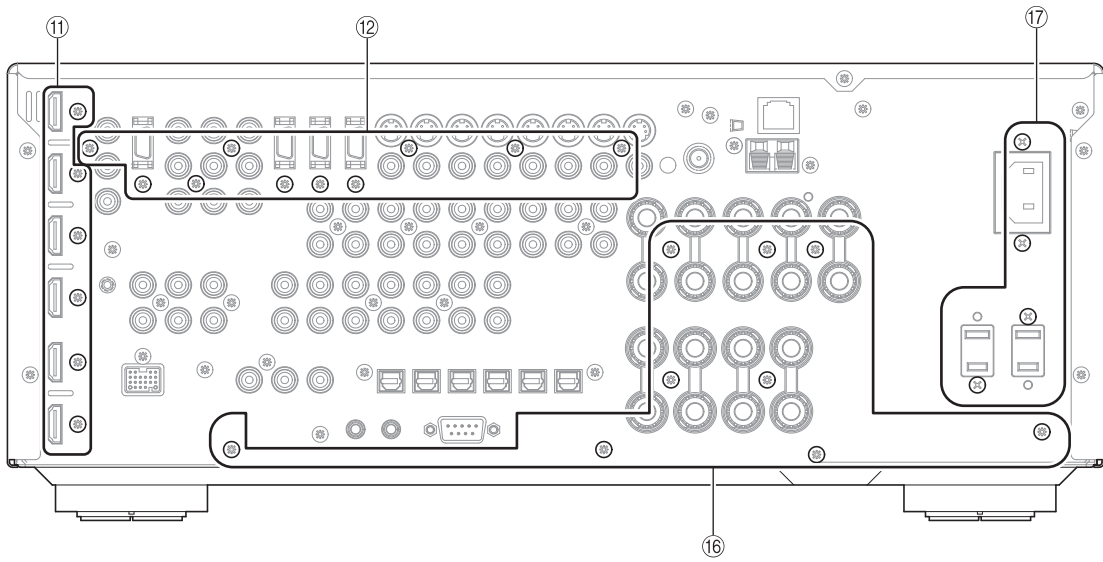

Fig. 6
- Remove 6 screws (⑪). (Fig. 6)
- ⑪ のネジ 6 本を外します。(Fig. 6)
- Remove 6 screws (⑫). (Fig. 6)
- ⑫ のネジ 10 本を外します。(Fig. 6)
- Remove 10 (U, C, T, K, A, B, G, E models) / 12 (R, L models) screws (⑮) and 4 (U, C, R, T, A, B, G, E, L models) / 2 (K model) screws (⑰). (Fig. 6)
- ⑮ のネジ 9 本、⑰ のネジ 4 本を外します。(Fig. 6)